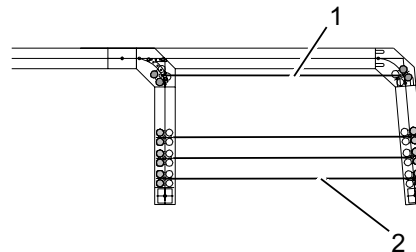

Abb. 2: Flügel im Bahnhof parken (Beispiel)
4. Weitere Flügel (Abb. 2/1) in den Bahnhof schieben. Dabei auf sicheren Abstand zu den bereits geparkten Flügeln (Abb. 2/2) achten.